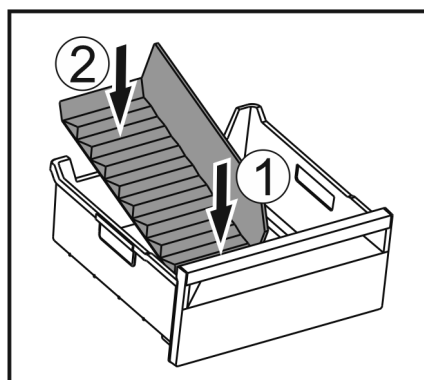

Fig. 139
- ▶ Sæt den forreste del af frostrumsadskilleren i. Fig. 139 (1)
- ▶ Sæt den bageste del af frostrumsadskilleren ned i skuffebunden. Fig. 139 (2)